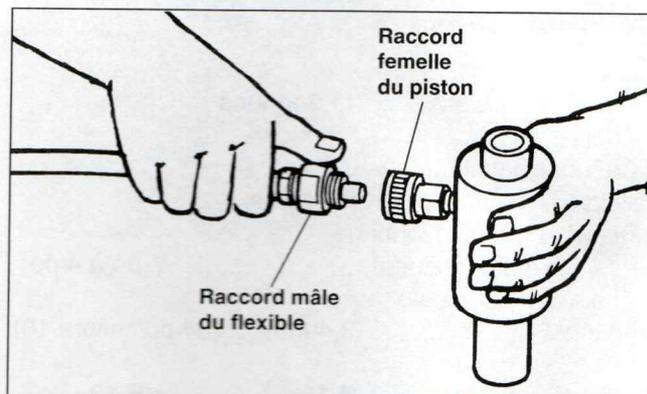

Figure 1 – Raccordement hydraulique
2. Branchez le raccord mâle du flexible au raccord femelle du cylindre du piston. Vissez le raccord complètement à la main (Figure 1).